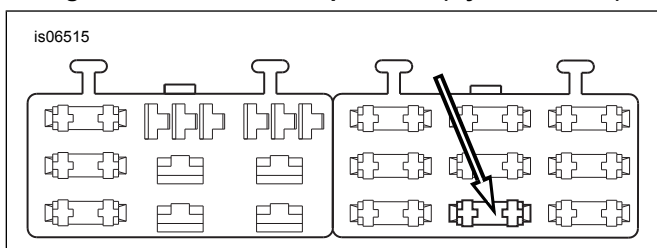

Figure 9. "BUKAS" na Fuse Block Cavity (2004 at Mas Bagong Dyna)
4. Tingnan ang Figure 9 . Hanapin ang fuse cavity (1) na tinutukoy bilang "BUKAS" sa takip ng fuse block sa kanang fuse block. Dapat ay may isang wire feeding sa isang bahagi ng circuit na ito, ngunit walang mating wire o fuse ang naroroon. Ipasok ang terminal sa adapter wire na kulay orange/puti hanggang sa huminto ito. Sumangguni sa isang malapit na terminal na ikinabit ng pagawaan para sa paghahambing, upang matiyak ang wastong oryentasyon at lalim.